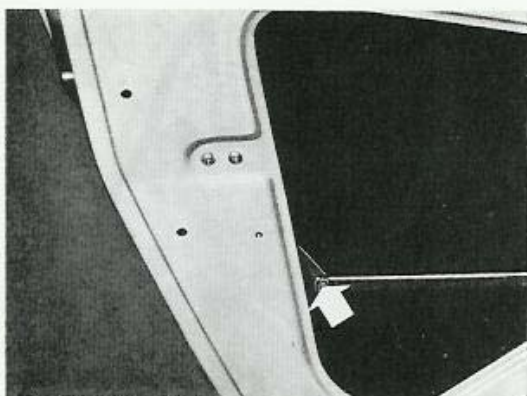

Bild 19. Låsning för avståndskontrollens hävarm
2. Demontera låsningen för avståndskontrollens hävarm (bild 19).